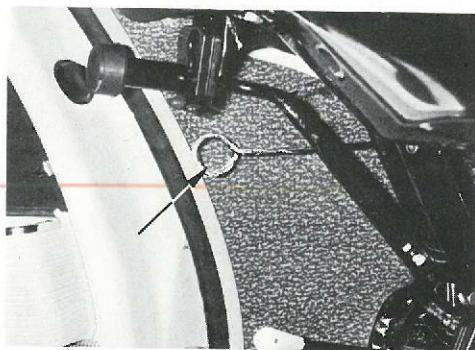

Abb. 1
**Öffnen der Motorhaube:** Ziehen Sie zunächst an den beiden Entriegelungsringen (Abb. 1), die im Innern des Wagens, rechts und links angebracht sind. Die Motorhaube hebt sich daraufhin leicht an. Lösen Sie, vor dem Wagen stehend, die Verriegelung, indem Sie mit der rechten Hand zwischen Motorhaube und Stoßstange, rechts vom Nummernschild durchfassen um Hebel ① (Abb. 2) anzuheben. Um die Haube festzustellen, setzen Sie das Ende der Stütze (Abb. 3) in die links neben dem Kühler befindliche Halterung. Zum Schließen der Haube diese einfach fallen lassen und sich vergewissern, ob sie zu beiden Seiten in ihre Verriegelung eingerastet ist.